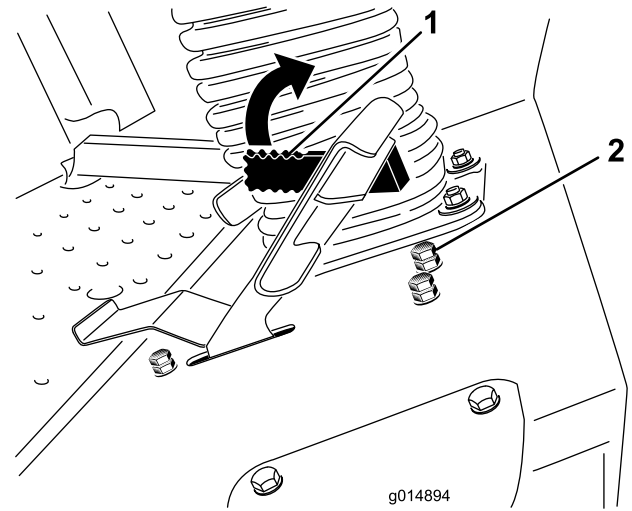

Bild 52
3. Lösen Sie die Klemmmutter an der Anschlagsschraube des Geschwindigkeitsbegrenzers (Bild 52).
Der Hebel des Geschwindigkeitsbegrenzers (Bild 52) kann nach vorne gekippt werden, um die Fahrtriebsgeschwindigkeit während des Betriebs zu begrenzen.